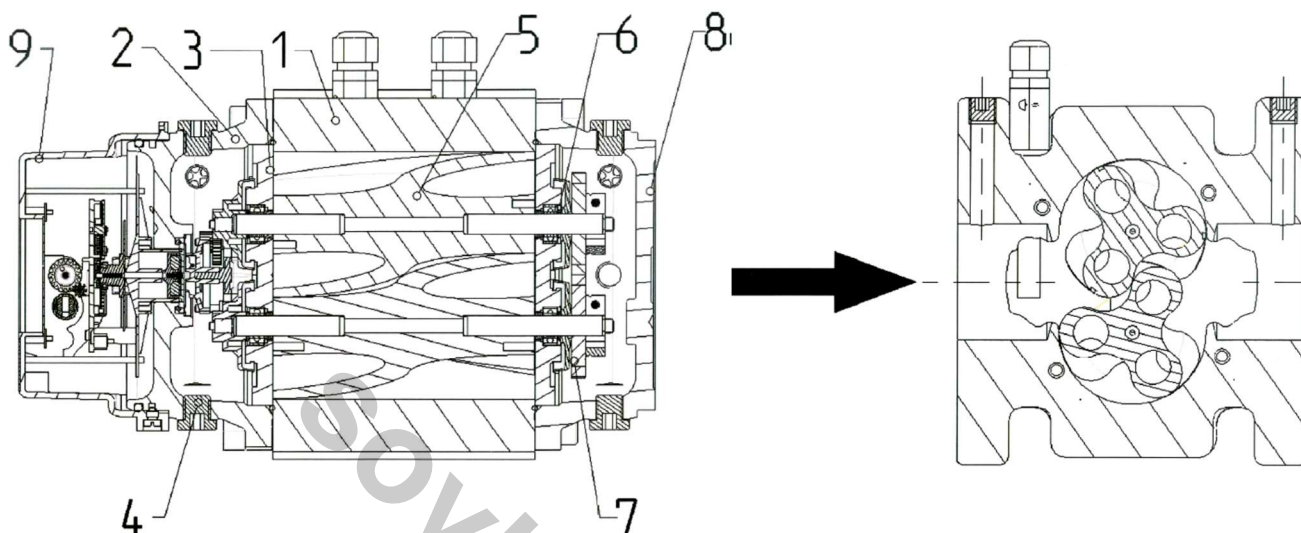

Рисунок 13. Счетчик Delta™ S-Flow™
- 1) S3F – счетчики произведенные с применением технологии S-Flow™ (см. Рис. 13 и 14);
- 1) S1F/C – счетчики произведенные с применением технологии S-Flow (см. Рис. 13 и 14);
- 1) S1F – эталонные счетчики произведенные с применением технологии S-Flow (см. Рис. 13 и 14);
4.1 Счетчик (см. Рис. 13) состоит из таких основных частей:
- корпуса (1);
- переднего картера (2);
- передней пластины (3);
- горловин(ы) для заливки масла (4);
- роторов (5);
- подшипников (6);
- пары шестерней (7);
- заднего картера (8);
- блока отсчетного устройства (9).